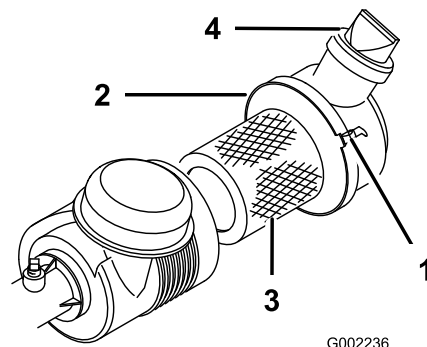

Figura 38
Inspeccione la carcasa del limpiador de aire por si hubiera daños, que podrían causar una fuga de aire. Compruebe que el tapón anti-polvo está firmemente sellado contra el limpiador de aire. Cambie la carcasa del limpiador de aire si está dañada. Apriete la válvula (Figura 38) antes de cada uso para limpiarla de polvo y residuos. Revise el filtro del limpiador de aire cada 100 horas.
3. Abra el enganche del limpiador de aire que fija la tapa del limpiador de aire a la carcasa del limpiador de aire (Figura 38) y separe la tapa de la carcasa.
7. Cierre los enganches (Figura 38).
4. Instale la tapa con la válvula orientada hacia abajo y cierre los enganches (Figura 38).